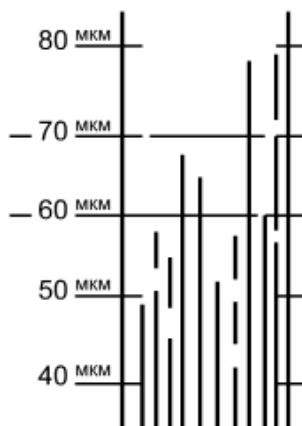

Рисунок 2.2 – Графическое изображение оценки результатов (штрихи);
5. Границу начала штрихов, расположенных в направлении от большего деления шкалы к нулю, определяют по месту появления третьего непрерывного штриха, достигающего по глубине до металла (рис. 2.2), если нет других указаний в нормативных или технических документах на испытуемый материал. Отдельный